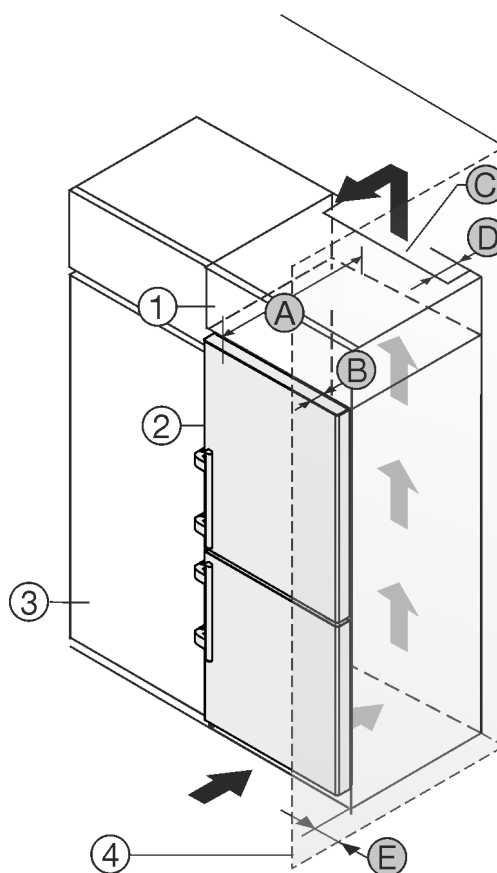

Fig. 2
- (1) Дополнительный шкафчик *
- (2) Устройство *
- (3) Кухонный шкаф *
- (4) Стена *
- (A) Глубина устройства *
- (B) Глубина двери *
- (C) Вентиляционное сечение *
- (D) Расстояние до обратной стороны устройства *
- (E) Расстояние до стороны устройства *
Вы можете установить устройство непосредственно рядом с кухонным шкафом Fig. 2 (3).*
На задней стенке дополнительного шкафчика должен быть вентиляционный канал с глубиной Fig. 2 (D) по всей ширине этого шкафа.*
Нужно соблюдать вентиляционное отверстие Fig. 2 (C) под нижней панелью.*
Если устройство устанавливается на шарнирах у стены Fig. 2 (4), то расстояние между устройством и стеной должно быть не менее 57 мм. Это соответствует расстоянию, на которое выступает ручка при открытой дверце.*
Чтобы можно было полностью открыть дверь, устройство должно выступать на глубину двери Fig. 2 (B) относительно передней стенки кухонного шкафа. В зависимости от глубины кухонных шкафов Fig. 2 (3) и использования пристенных распорок устройство может выступать и больше.*